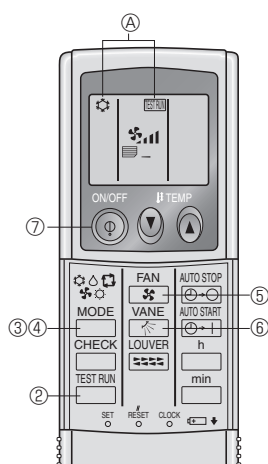

Fig. 7-5
7.2.2. Bruk av trådløs fjernkontroll (Fig. 7-5)
① Slå på strømmen til enheten minst 12 timer før testkjøringen.
② Trykk raskt to ganger på [TEST RUN]-knappen.